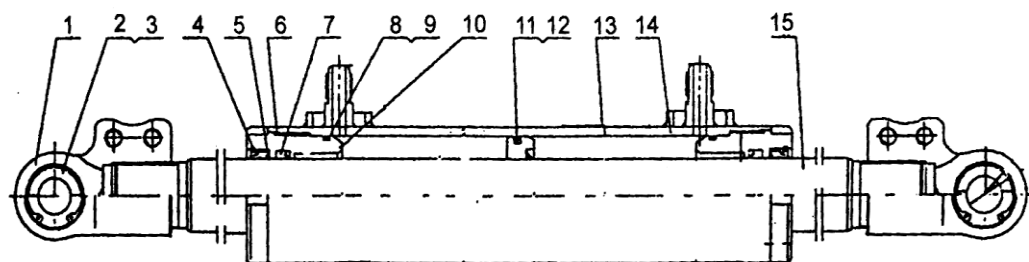

Рис. 7-3 Рулевой цилиндр
3.3 Рулевой цилиндр (см. рис. 7-3)